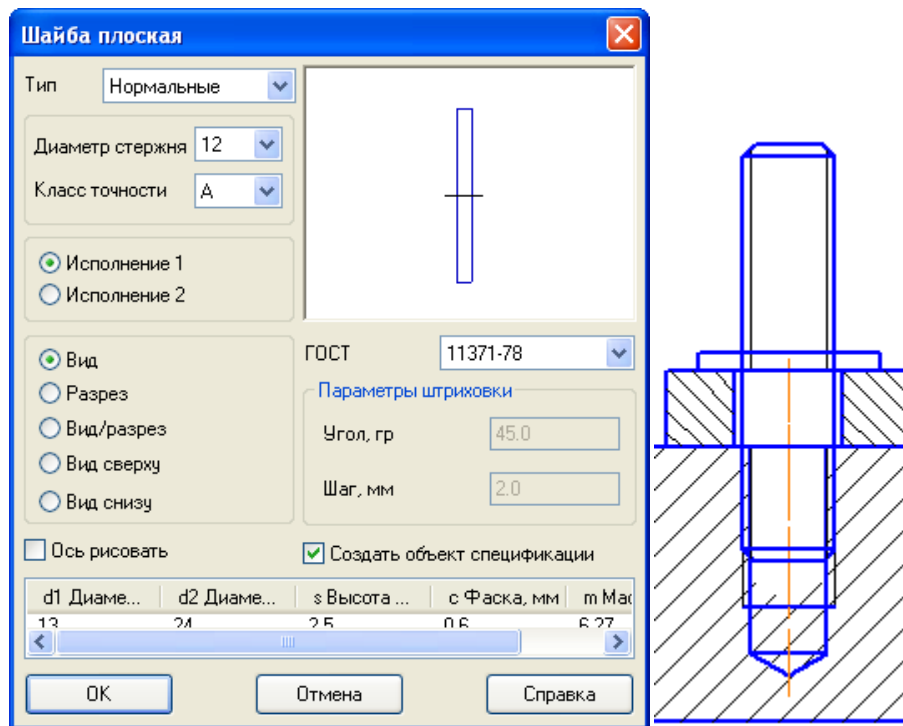

Рисунок8 – Диалоговое окно и вставка шайбы
5. Вставьте из библиотеки Машиностроение ▶ Конструкторская библиотека ▶ Шайбы ▶ Плоская шайба (Шайба ГОСТ11371-78). В диалоговом окне задайте следующие параметры (Рисунок8). Не забудьте включить опцию Создать объект спецификации!